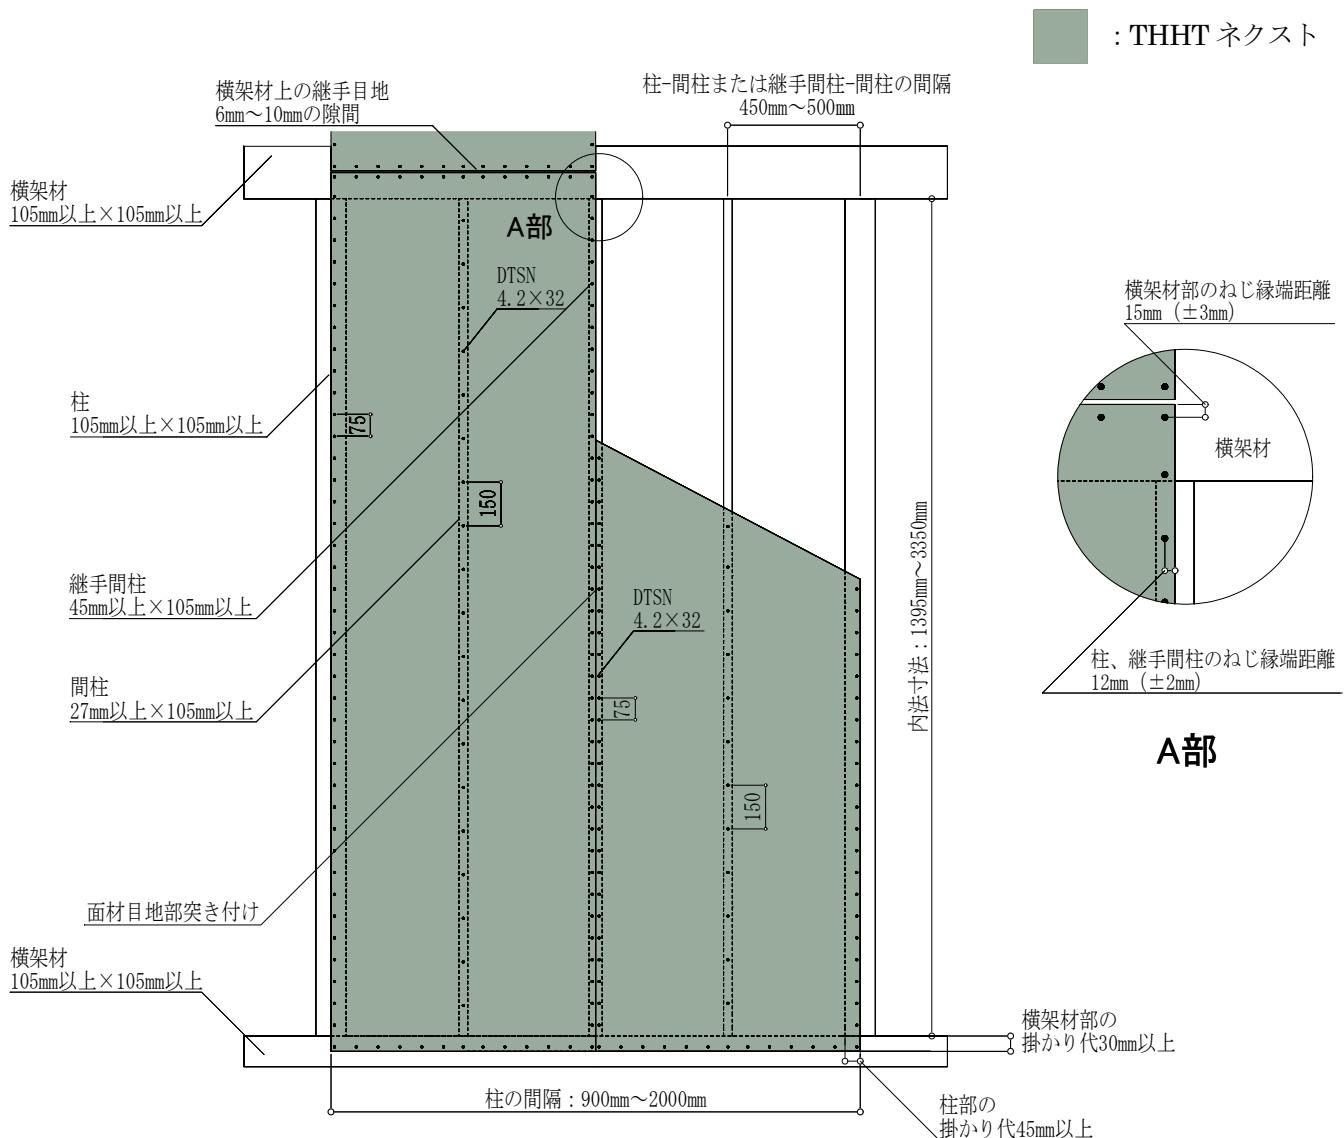

図 10 標準仕様 (FRM-0770 : 2.8 倍) 施工概略図 (2P の場合)
施工においては、図 10 および注意事項に記載の内容を遵守してください。
- ・THHT ネクストは、原則1枚張りとします。縦継ぎ張りについては、P30「⑦縦継ぎ張りについて」をご確認ください。
- ・図10は2Pの施工例となっておりますが、1Pの場合も耐力壁とできます。